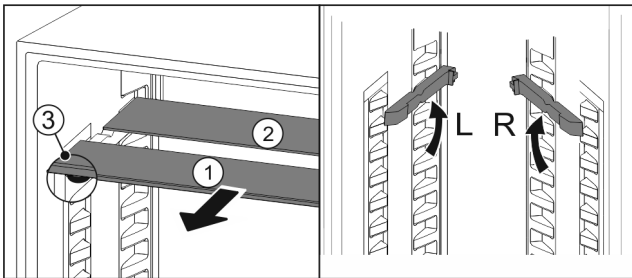

Fig. 24
- ▶ Glasplaten afzonderlijk vanaf de voorkant eruit trekken Fig. 24 (1).
- ▷ Glasplaat Fig. 24 (1) met sierlijst ligt voor.
- ▷ Stops Fig. 24 (3) zijn naar onder gericht.